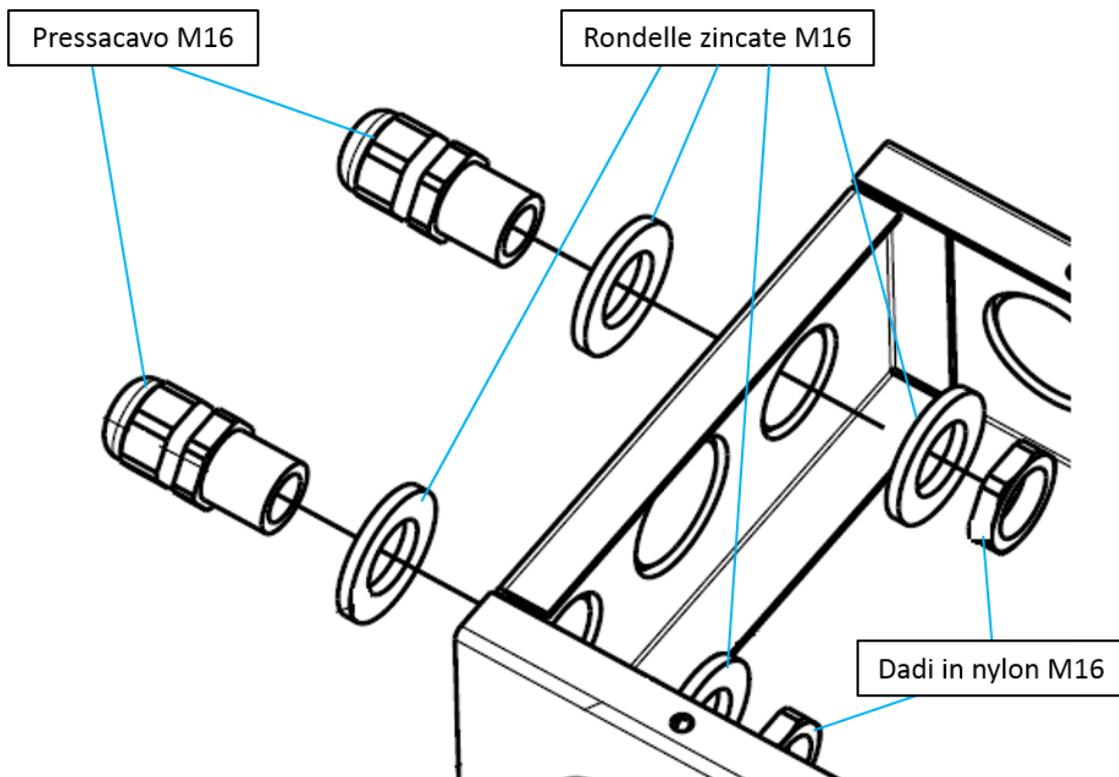

Fig. 23 Schéma d'installation de CoeLux® ST. Dimensions en millimètres (inch)
- C. Fixer le presse-étoupe à la boîte de dérivation (voir figure 23).